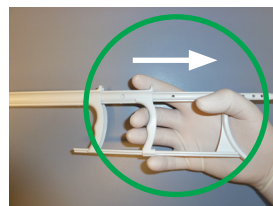

Figure 5
- e) Laissez votre pouce fléchi et dans une position fixe comme décrit sur la Figure 5.